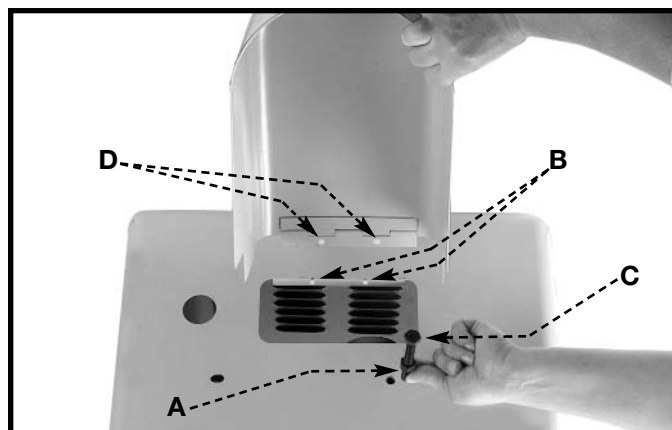

Fig. 10
25. Enrosque el tornillo de cabeza hexagonal M8 x 1.25 x 100 mm (C) en el agujero (A) Fig. 10 que está en la parte superior de la base de soporte.
27. Alinee los agujeros (D) Fig. 10 de las bisagras que están sujetas al protector de la polea con los dos agujeros (B) de la parte superior de la base de soporte.
28. Introduzca un tornillo de cabeza troncocónica M5 x 0.8 x 10 mm a través del agujero (D) Fig. 10 de la bisagra, y del agujero (B) de la parte superior de la base de soporte.
1. Coloque la parte superior de la base de soporte (A), Fig. 10, sobre una superficie plana.